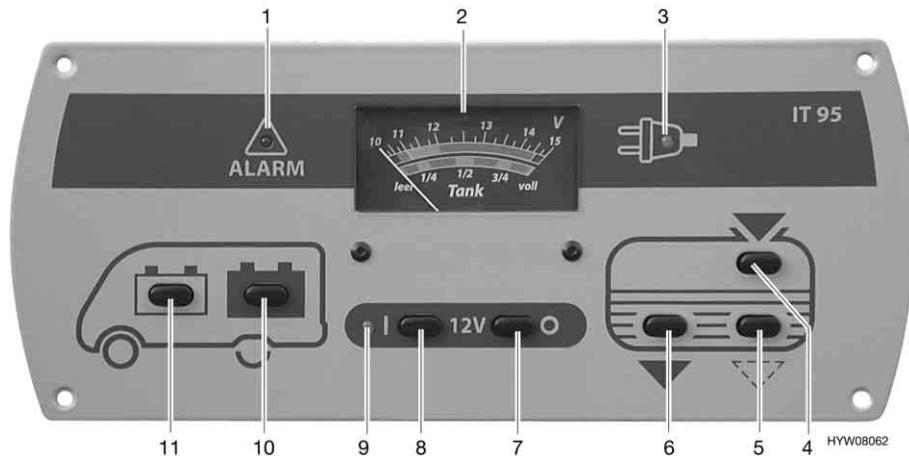

Fig. 43 Pannello di controllo (IT 95)
L'interruttore principale a 12 V (Fig. 43,7 e 8) inserisce o disinserisce il pannello di controllo e l'alimentazione a 12 V dell'abitacolo.
Accensione: ■ Premere l'interruttore (Fig. 43,8) "I": L'alimentazione a 12 V dell'abitacolo è inserita. La spia di controllo (Fig. 43,9) diventa verde.
Spegnimento: ■ Premere l'interruttore (Fig. 43,7) "O": L'alimentazione a 12 V dell'abitacolo è disinserita. La spia di controllo (Fig. 43,9) si spegne.
Per l'indicatore volt/serbatoio (Fig. 43,2) leggere la scala superiore. L'indicatore si illumina automaticamente appena viene premuto un interruttore.
- Premere l'interruttore (Fig. 43,11) "": Viene indicata la tensione della batteria di avviamento.
- Premere l'interruttore (Fig. 43,10) "": Viene indicata la tensione della batteria dell'abitacolo.
Per l'indicatore volt/serbatoio (Fig. 43,2) leggere la scala inferiore. L'indicatore si illumina automaticamente appena viene premuto un interruttore.
- Premere l'interruttore (Fig. 43,4) "": Viene indicato il livello del serbatoio dell'acqua.
- Premere l'interruttore (Fig. 43,6) "": Viene indicato il livello del serbatoio delle acque grigie.
La spia luminosa rossa "ALARM" (Fig. 43,1) inizia a lampeggiare non appena la tensione della batteria dell'abitacolo scende al di sotto di 11 V (misurazione durante il normale esercizio) con conseguente rischio che la batteria si scarichi troppo.
La spia di controllo a 12 V (Fig. 43,9) si accende non appena l'interruttore principale a 12 V (Fig. 43,8) viene inserito.
La spia gialla di controllo a 230 V (Fig. 43,3) si accende quando all'ingresso della centralina elettrica è presente una tensione di rete.